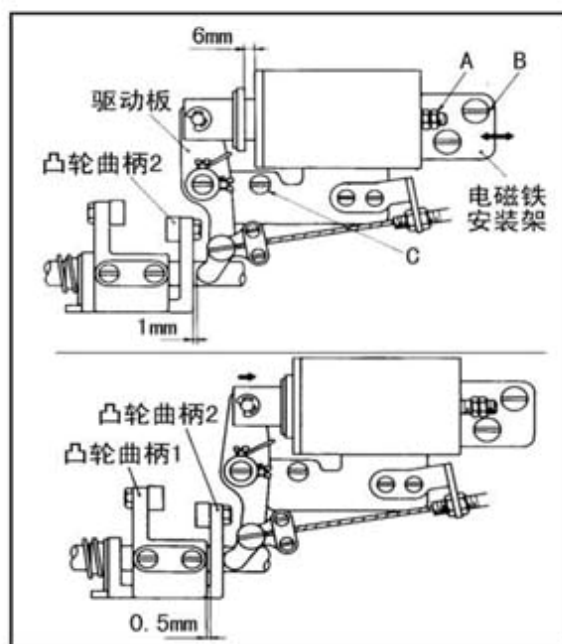

图 37
4) 安装剪线电磁铁 (图 37):
- (1) 剪线电磁铁的行程:
- (2) 装剪线电磁铁:
- c. 电磁铁工作时，凸轮曲柄 1 与凸轮曲柄 2 之间会有 0.5mm 的间隙，这是标准的情况。如需调整可以如图 37 所示箭头方向滑动电磁铁安装架。